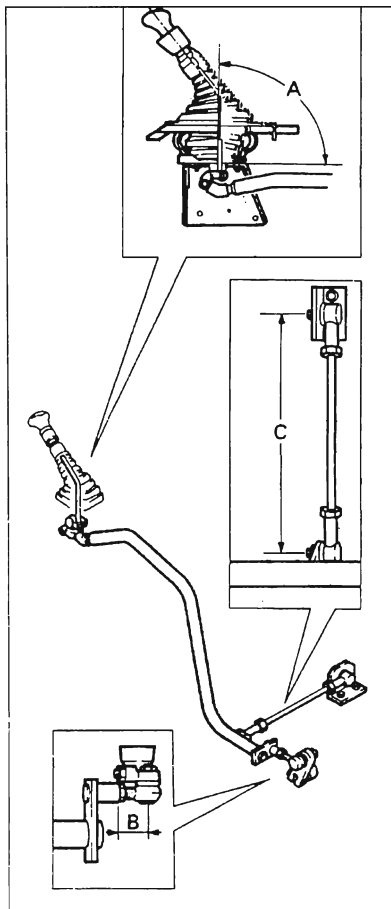

Рис. 3.3. Система тяг и рычагов привода переключения передач КПП ZF S6.36
- ♦ Проверьте и, при необходимости, отрегулируйте систему тяг и рычагов привода переключения передач (см. рис. 3.3).